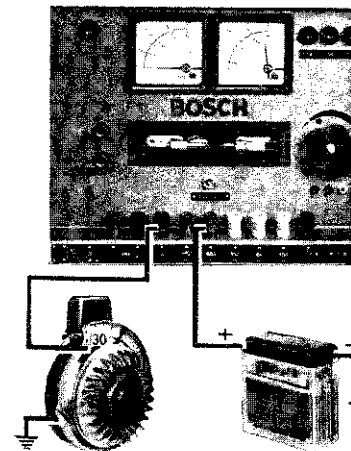

Bild 14
4. Stromaufnahme von Verbrauchern (Bild 14 und 15)